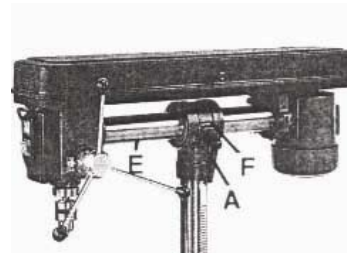

Abb.1
Der Kopf kann 45° nach links und 90° nach rechts gekippt werden, durch das Öffnen der Säulenklammer (Abb.1. A) und dem Herausziehen und drehen des Hebels (Abb.2 A). Kippen Sie den Bohrmaschinenkopf in die gewünschte Stellung und fixieren Sie es mit der Säulenklammer (Abb.1. A). Wenn Sie den Bohrmaschinenkopf wieder senkrecht zur Bodenplatte ausrichten, überprüfen Sie, dass der Hebel (Abb.2 A) parallel zur Quersäule (C) steht und fixieren Sie die Säulenklammer (Abb.1. A).
Die Quersäule (Abb.1 E) kann nach vorne oder hinten über die T-Halterung (F) verschoben werden indem Sie die Quersäulenklammer (A) lockern. Jetzt können Sie die Quersäule in die gewünschte Position bringen und dann wieder mit der Quersäulenklammer (A) fixieren.